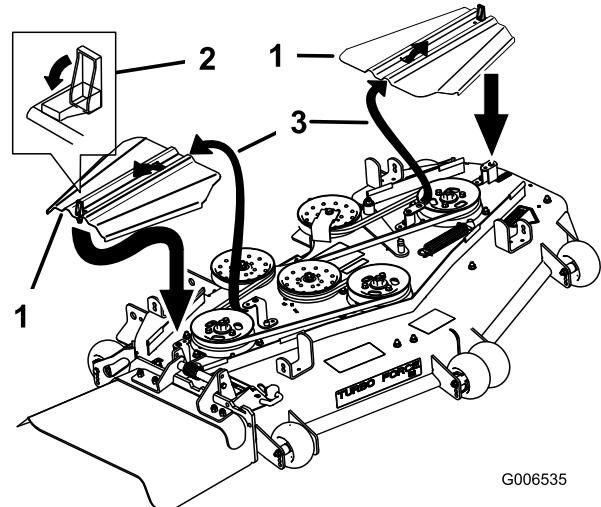

Bild 83
14. Setzen Sie die Riemenführungen ein, indem Sie die Abdeckung in die Lasche schieben, setzen Sie die Schrauben ein und schließen Sie die Riegel (Bild 83).